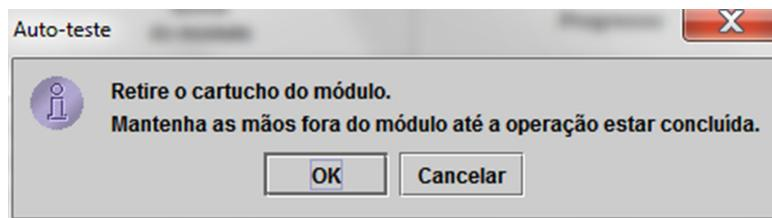

Figura 9-35. Caixa de diálogo Auto-teste
5. Clique em **Auto-teste**. É apresentada a caixa de diálogo Auto-teste. Consulte a figura 9-35.